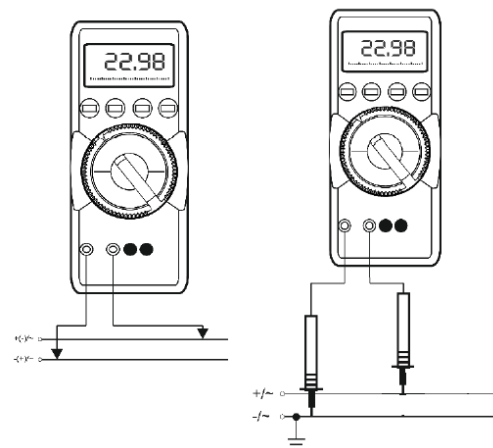

Рис.6.1
3. Подключить измерительные провода параллельно источнику напряжения (см рис.6.1).